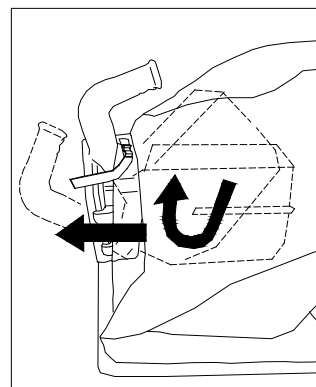

Рис. 2
4. **РАЗВЕРНИТЕ** мешок для мусора (поз. 21) и подсоедините его горловину к быстроразъемному соединению (поз. 12). Надежно присоедините к выпускному коллектору на корпусе (поз. 1). (см. *рис. 2 и 3*)